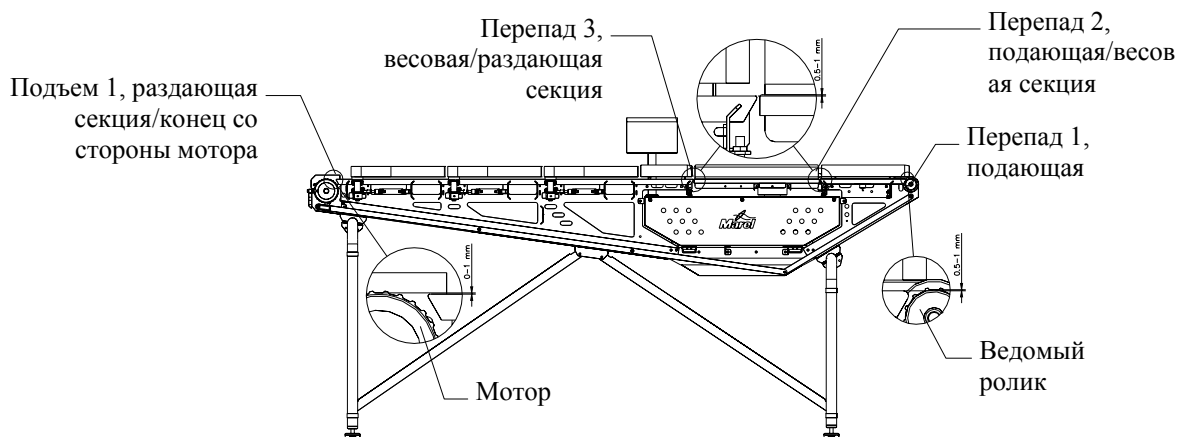

Рис. 32 Перепад по высоте между секциями.
- 6 Отрегулировать край раздающей секции так, чтобы он был приблизительно на $0.5 \leq 1.0$ мм **ниже** края весовой плиты (см. Рис. 32).